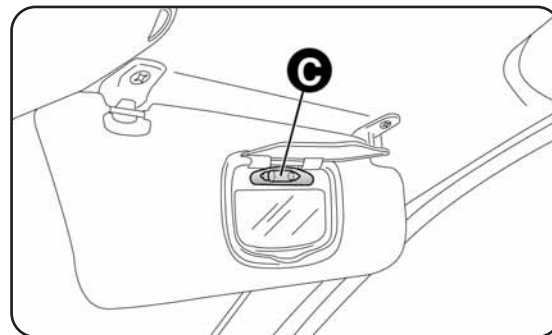

fig. 36
- remplacer la lampe C-fig. 36 en la libérant des contacts latéraux et en s'assurant que la nouvelle lampe est correctement bloquée entre ces mêmes contacts.